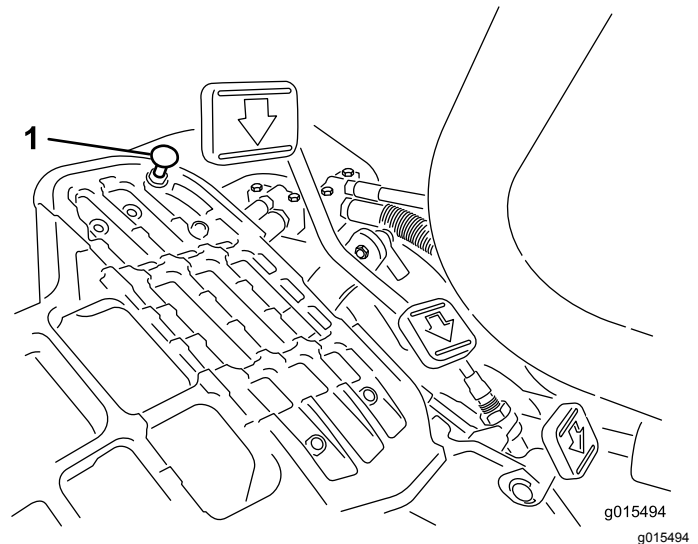

Figure 34
Pour obtenir la vitesse de transport maximale, placez le sélecteur de fonction en position de TRANSPORT et appuyez sur la pédale de déplacement. Si la pédale touche la butée (Figure 34) avant que la tension soit ressentie sur le câble, procédez comme suit :
1. Placez le sélecteur de fonction à la position de TRANSPORT et desserrez le contre-écrou de fixation de la butée de pédale au plancher (Figure 34).